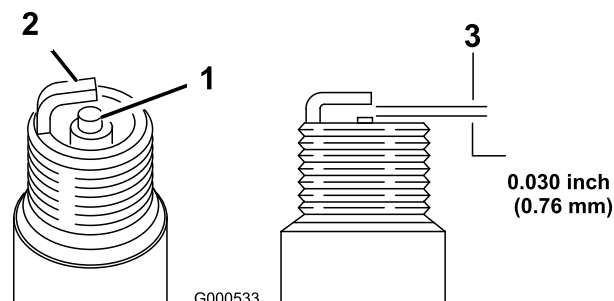

Bild 32
5. Stellen Sie den Elektrodenabstand an der Zündkerze auf 0,76 mm ein, siehe Bild 32.